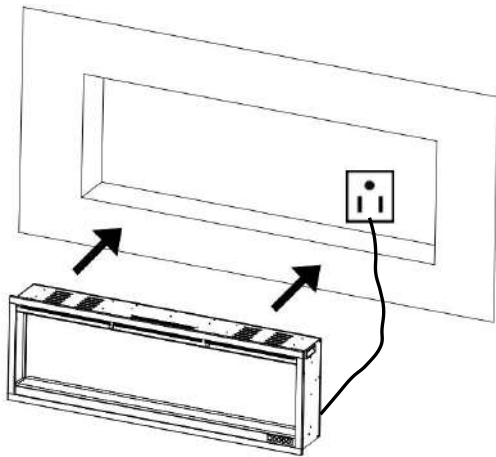
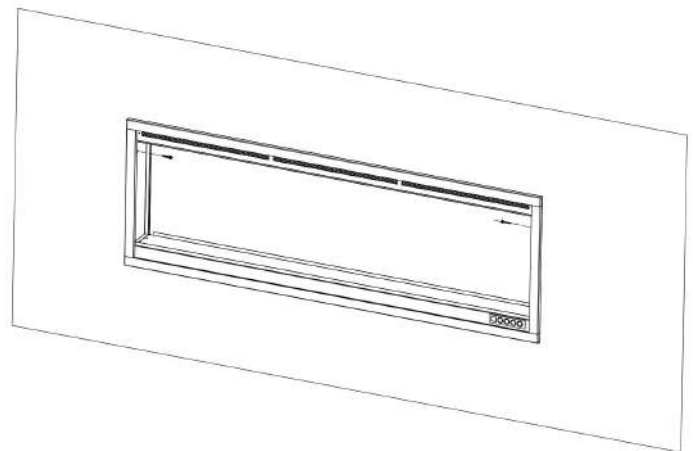

Fig. 2-3
Fig. 2-4
3. Alimentez le foyer en le branchant sur la prise murale. **Fig.2-3**
4. Demandez à deux personnes adultes de soulever le foyer et de l'insérer dans le cadre d'encastrement, puis de le fixer en installant **2 vis à bois (B)** dans les trous. (**Fig. 2-3, Fig 2-4**). Ensuite, réinstallez les supports métalliques.